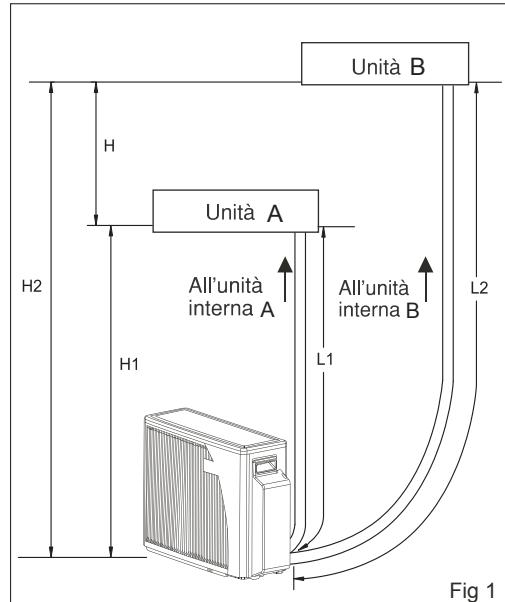

Figura 1 NOTES:
4. Per le distanze consentite per l'installazione vedere la figura 1.